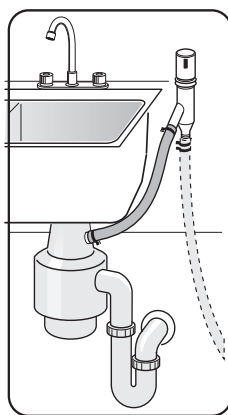

Figure 25
- 4 Sur la connexion de vidange d'un broyeur par un espace d'air, **figure 25**.